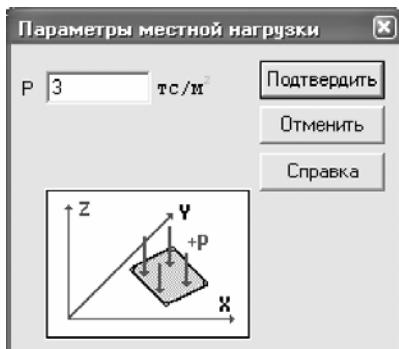

Рис.6.11. Диалоговое окно
- Щелчком по кнопке равномерно распределенной нагрузки вызовите диалоговое окно **Параметры местной нагрузки** (рис.6.11).